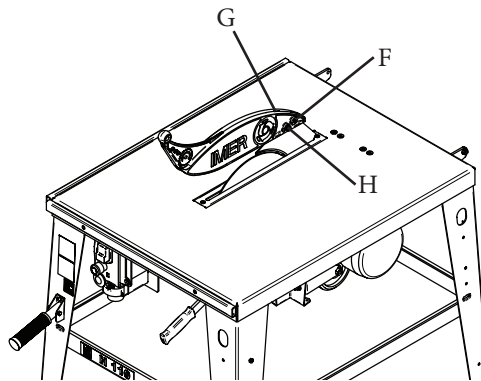

Abb. 6
Der über der Arbeitsplatte überstehende Scheibenteil ist durch eine Polycarbonatverkleidung [4] (Abb.1) geschützt. Sie ist mit zwei Schrauben [F] (Abb.6) am Trennmesser befestigt.
- die Schraube [G] (Abb. 6) und die selbsthemmende Mutter [H] (Abb. 6) anziehen, bis das Gehäuse in angehobener Stellung blockiert bleibt;